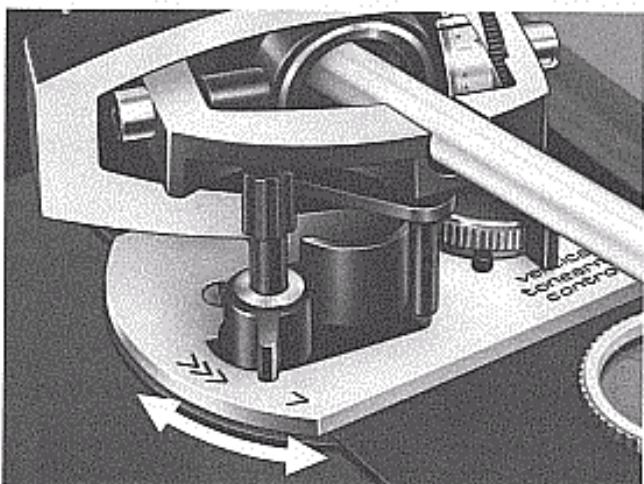

Fig. 22
Das Antippen des Steuerhebels (16) leitet das Absenken ein. Dabei lässt sich die Absenkgeschwindigkeit mit dem Einstellhebel (7) stufenlos variieren (Fig. 22):
A light touch on the lever (16) starts the descent of the tonearm. The lowering speed (7) can be varied continuously by the adjustment lever (Fig. 22):